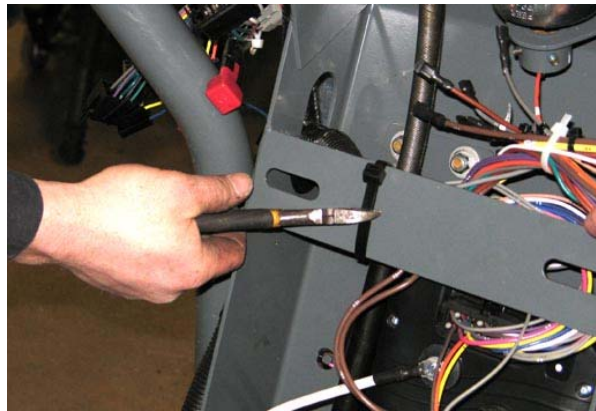

FIG. 23
25. Corte las bridas de los cables en ambos miembros cruzados del canal de dirección. (Fig. 23)